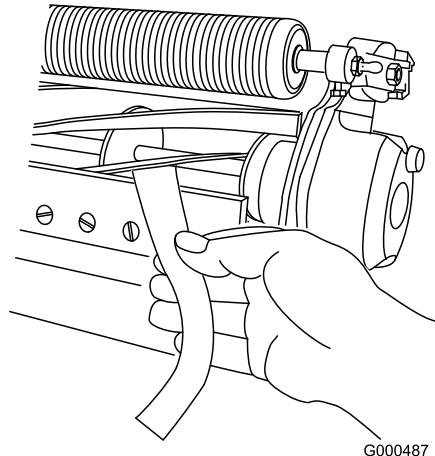

図 7
4. リール前面の左右いずれかの端を選び、リールと下刃の間に長く切った新聞紙片を差し入れる（図 7）。リールをゆっくり前回転させながら下刃調整ネジを締める（新聞紙を入れた側の調整ネジを、1目盛りづつゆっくりと）。新聞紙を引き抜くのに軽い力が必要な程度でよい。
むだけ、下から差し込むと切れるのが正しい調整である（図 7）。リールと下刃のごくわずかの接触で紙が切れなければいけない。接触を強くしないと切れない場合には、鋭利な刃先を取り戻して精密なカットができるようにバックラップか研磨を行うことが必要（Toro研磨マニュアルを参照）。